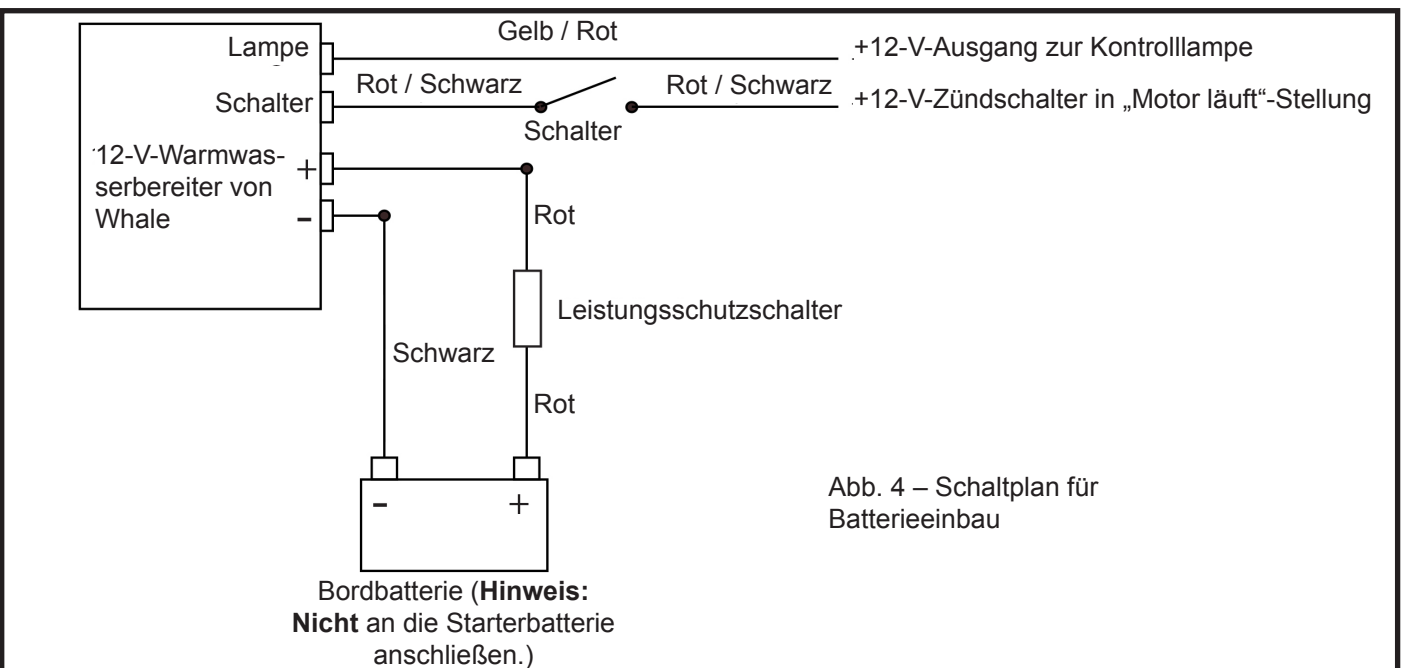

Abb. 4 – Schaltplan für Batterieeinbau
**HINWEIS:** Die elektrische Verkabelung muss dem Schaltplan entsprechen (Abb. 4). **Der Schalter muss an den 12-V-Zündschalter in „Motor läuft“-Stellung angeschlossen werden, damit der Warmwasserbereiter nur bei laufendem Motor funktioniert.**